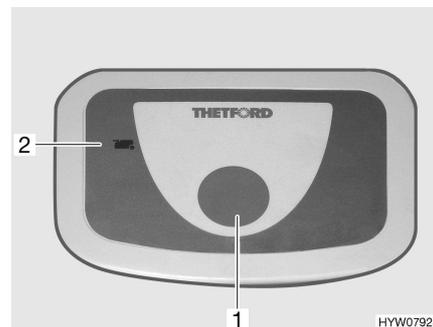

Bild 111 Spülknopf/Kontroll-Leuchte (Thetford-Toilette)
- Zum Spülen den blauen Spülknopf (Bild 111,1) drücken.
Die Kontroll-Leuchte (Bild 111,2) leuchtet, wenn der Fäkalientank entleert werden muss.